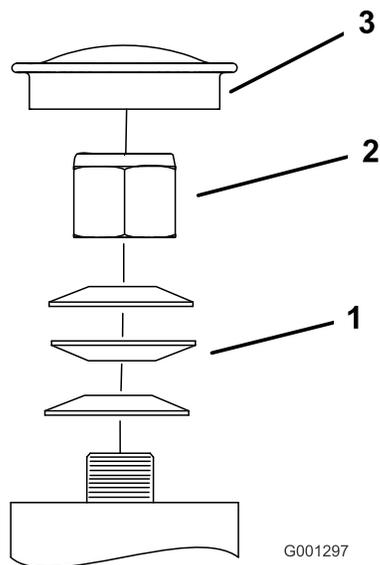

Figura 67
3. Togliete il coperchietto antipolvere dalla ruota orientabile e serrate il dado di bloccaggio (Figura 67).
4. Serrate il dado di bloccaggio finché le rondelle elastiche non sono piatte, quindi allentate di un quarto di giro per mettere a punto il precarico sui cuscinetti (Figura 67).
Importante: Verificate che le rondelle elastiche siano correttamente montate, come riportato nella Figura 67.
5. Montate il coperchietto antipolvere (Figura 67).